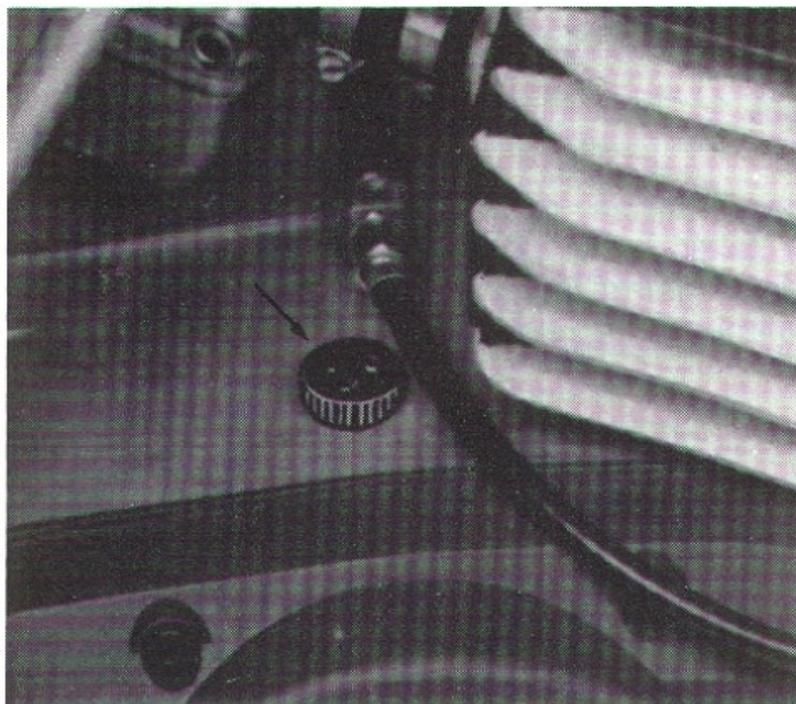
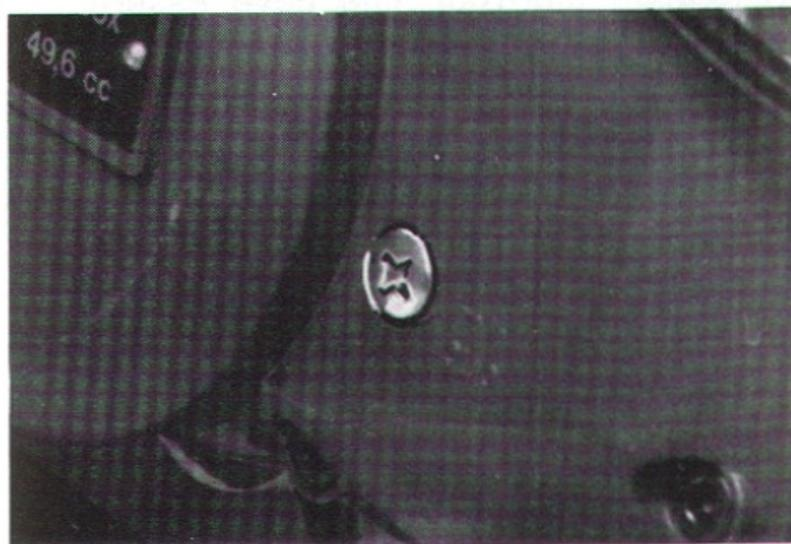

Fig. 13 - Tappo carico olio motore
Fig. 15 - Vite livello olio
- togliere il tappo di carico dell'olio posto sulla parte superiore destra del motore (Fig. 13)
- svitare di 2 o 3 giri la vite livello olio (Fig. 15) e versare dal tappo di carico (Fig. 13) Kg. 0,920 di olio motore viscosità SAE 20.